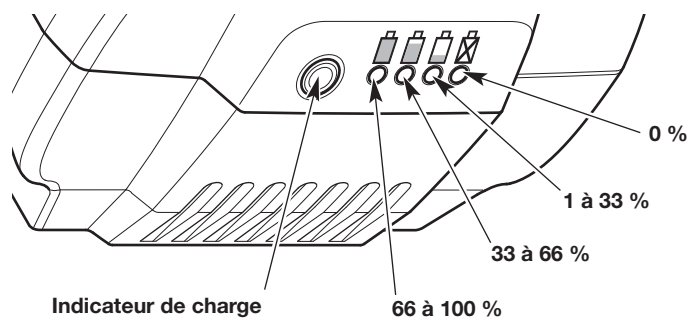

Fig. 17
1. Appuyez sur le bouton indicateur de charge de la batterie (Fig. 17).
2. Au moins un des témoins de l'indicateur d'intensité de chargement doit s'allumer (Fig. 17). Le nombre et la couleur des témoins indiquent le niveau actuel de charge de la batterie :